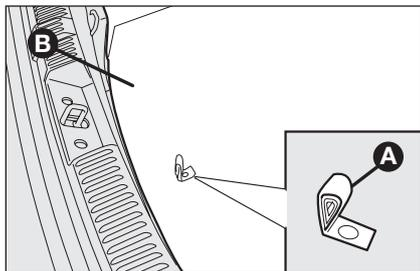
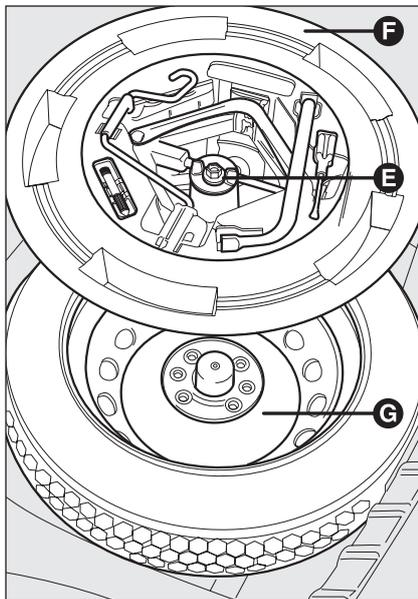

fig. 2
fig. 3
- apague el motor y accione el freno de mano; acople la primera marcha o la marcha atrás; con la manilla **A-fig. 2** extraiga el preformado de revestimiento duro **B**; desenrosque el dispositivo de bloqueo **E-fig. 3**;
- Por el contrario, en las versiones dotadas de una rueda de repuesto debe aflojar el dispositivo de fijación **E-fig. 3**, retirar la caja de herramientas **F**, colocarla cerca de la rueda que se debe cambiar y luego retirar la rueda de repuesto **G**.